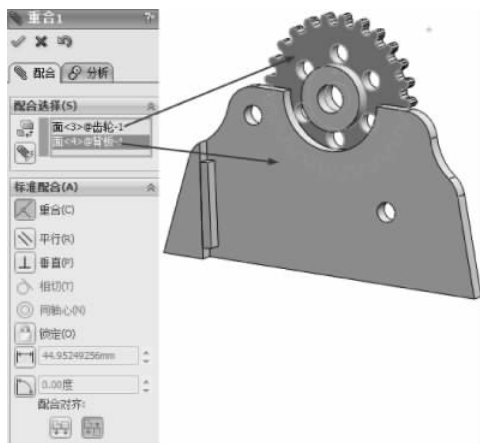

图 3-139 重合配合
(2) 继续进行配合约束, 选择【标准配合】选项组下的【重合】配合类型, 在【要配合的实体】选择框中选择如图 3-139 所示的面, 其他保持默认, 单击【确定】按钮, 完成重合配合。